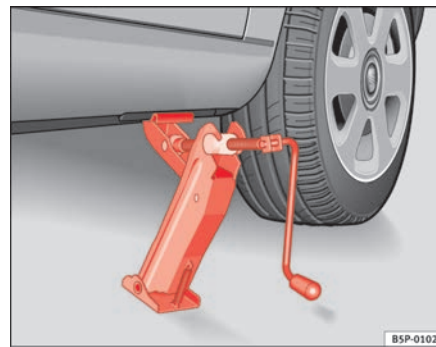

Fig. 177 Colocación del gato
- Posicione el gato de modo que su garra envuelva el nervio del larguero inferior y que la placa base móvil se apoye plana sobre el suelo ⇒ **página 254, fig. 177**.